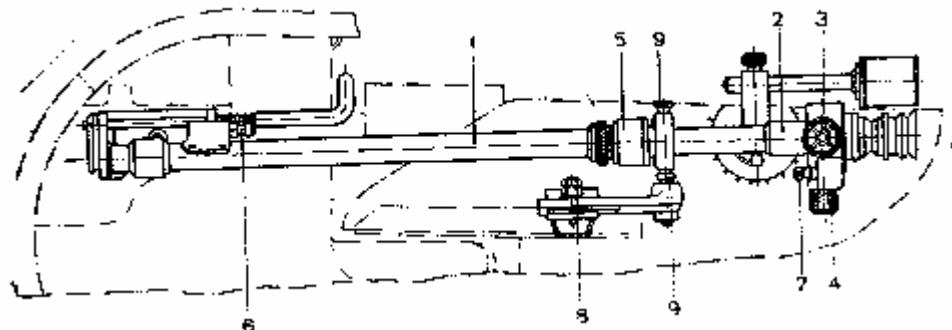
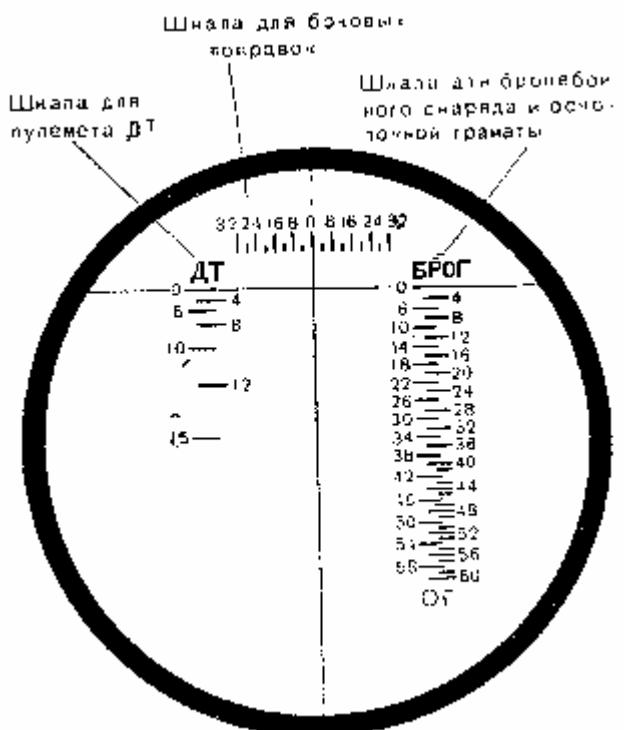

Рис. 183. Телескопический прицел 10Т-15:
Рис.184. Вид поля зрения прицела 10Т-15 при нулевых установках шкал
Прицел 10Т-15 (рис. 183) представляет собой прямую телескопическую трубу, установленную в двух кронштейнах. К трубе жестко прикреплен корпус 2 прицела. В поле зрения прицела имеются следующие шкалы (рис. 184):
- 5) Вращая маховички 3 и 4 прицела (рис. 183), установить горизонтальную нить перекрестья прицела на нулевые деления шкал дальностей, а вертикальную нить — на нулевое деление шкалы боковых поправок; проверять установку через прицел.
Если центр перекрестия прицельных нитей не совпадает с точкой наводки, то, не сбивая установки ствола, ослабить болт 8 (рис. 183), закрепляющий поперечный ползун, и, легко ударяя деревянной колотушкой по ползуну, передвинуть его (вправо или влево) так, чтобы вертикальная нить перекрестия совместилась с точкой наводки. Затем, вращая гайки 9 заднего кронштейна прицела, передвинуть кронштейн вверх или вниз, для того чтобы горизонтальная нить перекрестия совместилась с точкой наводки.